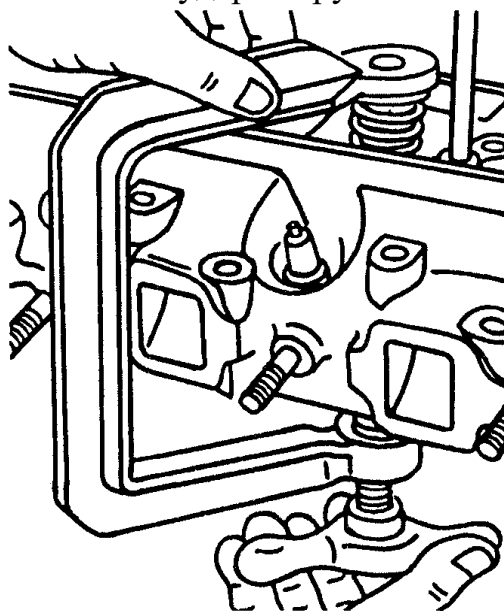

Рис.52. Снятие пружины клапана
21. С помощью съёмника снять клапаны (рис.52) и уложить их на стеллажи согласно порядковым номерам. Съёмник позволяет осуществлять снятие и установку пружин клапанов на головках цилиндров, как с присоединенными к ним выпускными коллекторами, так и без них. При снятии клапанов необходимо соблюдать осторожность, чтобы не повредить маслоотражательные колпачки. Для облегчения снятия тарелки клапана с сухарей рекомендуется после предварительной затяжки винта съёмника слегка ударить рукояткой молотка по съёмнику.